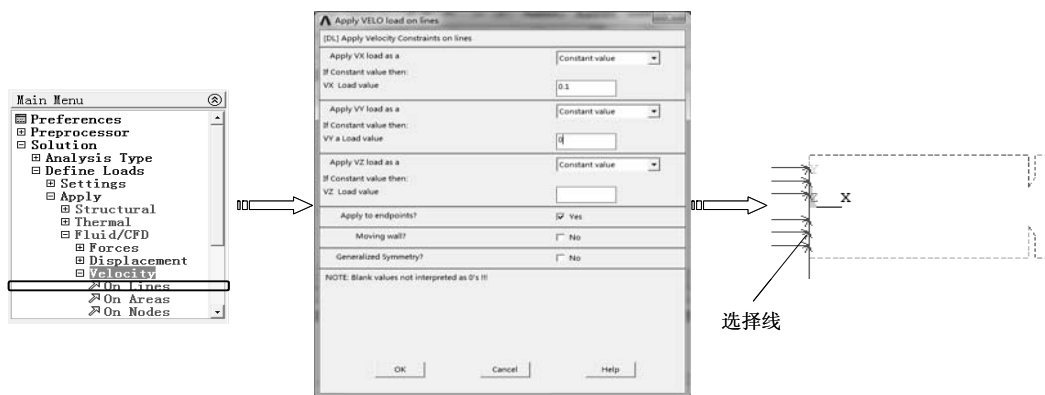

图 10-29 施加入口流速
2) 选择 “Main Menu>Solution>Define Loads>Apply>Fluid/CFD>Velocity>On Lines” 命令，弹出实体选取对话框，选择左端竖直线后，单击“OK”按钮，弹出“Apply VELO, load on lines”对话框，在 “Apply VX load as a” 文本框中输入数值 0.1，在 “Apply VY load as a” 文本框中输入 0，单击 “OK” 按钮完成约束，如图 10-29 所示。